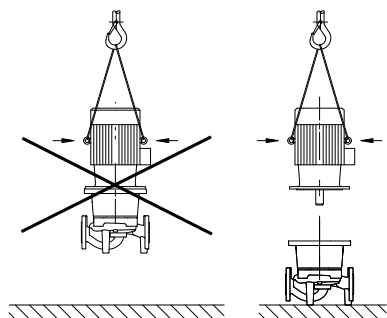

Fig. 35: Transporte del motor
- Las argollas de transporte del motor sirven solo para el transporte del motor, no para el transporte de toda la bomba (Fig. 35).